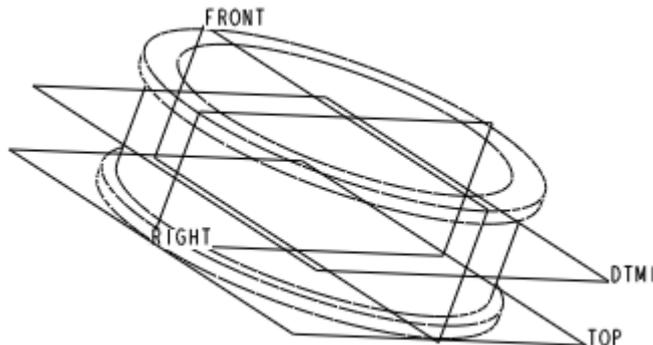

图 53-5
- (3) 单击【确定】按钮, 完成基准平面 DTM1 的建立, 如图 53-5 所示。